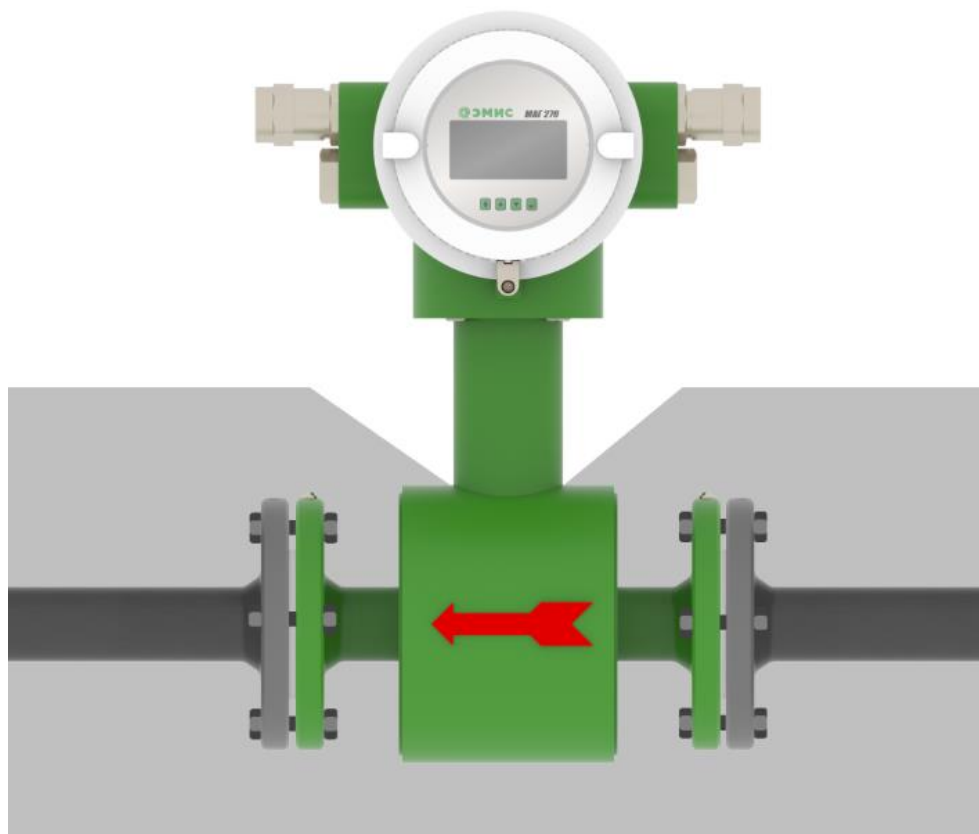

Рисунок 2.6 – Теплоизоляция счетчика-расходомера
- Теплоизоляция не должна выступать за указанную отметку (см. **рисунок 2.6**);